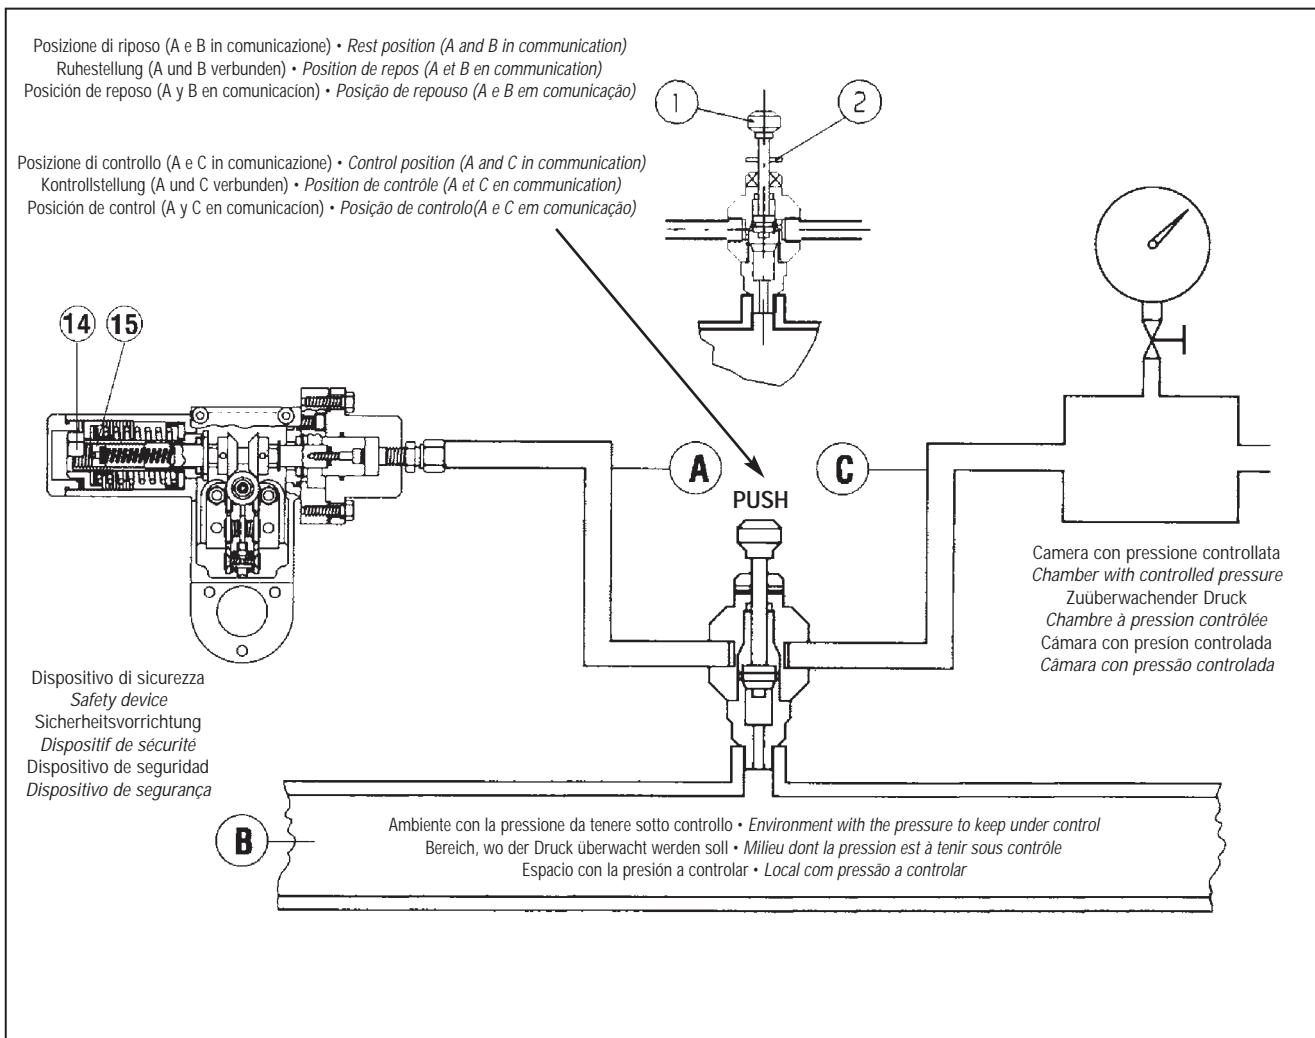

Fig. 23
- A) Per dispositivi di blocco collegati alla tubazione di valle tramite la valvola deviatrice a tre via "push" 11 procedere nel modo che segue (fig. 23):
- A) For slam-shuts connected to the downstream piping by a three-way deviator push valve 11, proceed as follows (fig. 23):
- A) Bei Sicherheitsabsperrventilen, die durch das 3-Wege-Ventil "Push" 11 mit der Ausgangsdruckleitung verbunden sind, ist folgendermaßen vorzugehen (Fig. 23):
- A) Pour les dispositifs de sécurité reliés au tuyau en aval par la vanne déviatrice à trois voies "push" 11, procéder de la façon suivante (Fig. 23):
- A) Para los dispositivos de bloqueo conectados a la tubería de salida a través de la válvula de tres vías "push" 11, proceder de este modo (fig. 23):
- A) Para os dispositivos de bloqueio ligados à tubação de jusante através da válvula desviadora de 3 vias "push" 11, prosseguir como segue (fig. 23):